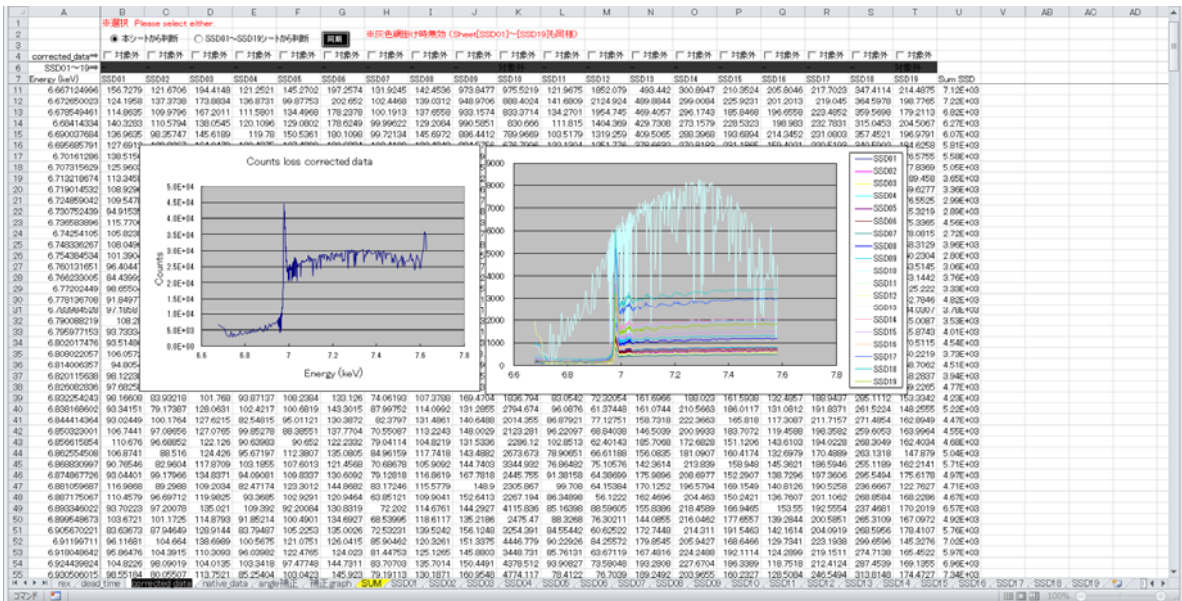

図 9 「corrected\_data」シート画面
(2) 画面下の「corrected\_data」シートを選択する。「corrected\_data」シートでは、図 9 のように全ての素子を足し合わせた XAFS スペクトル(左側)と各素子の XAFS スペクトル(右側)が表示される。